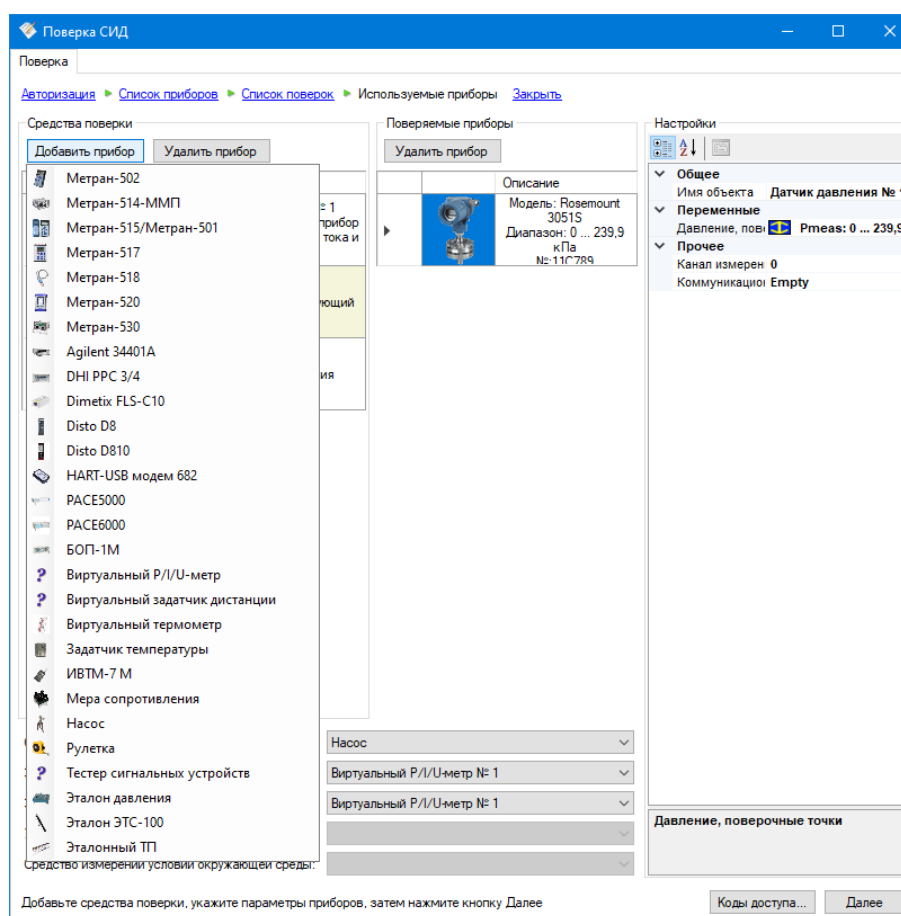

Рисунок 4.28 – Добавление средств поверки
- выбрать в программе применяемые средства поверки (применяемые эталоны давления, средства задания давления, средства измерения электрического сигнала и т.д.) (см. Рисунок 4.28);
В полях программы «Средства поверки» необходимо добавить приборы и устройства, используемые в поверке (нажать кнопку «Добавить прибор») (см. Рисунок 4.28).
кационного порта осуществляется в соответствующем списке), указать параметры и режимы работы выбранных приборов в разделе «Настройки» (см. Рисунок 4.28, правая часть окна программы).